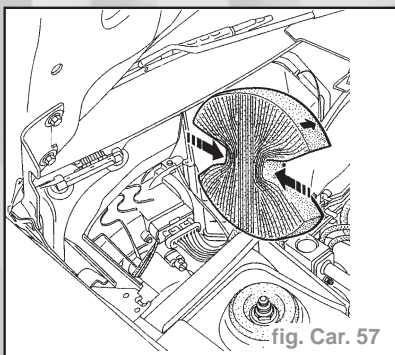

fig. Car. 57
- Extraire le filtre à particules en pliant légèrement celui-ci (fig. Car. 57).